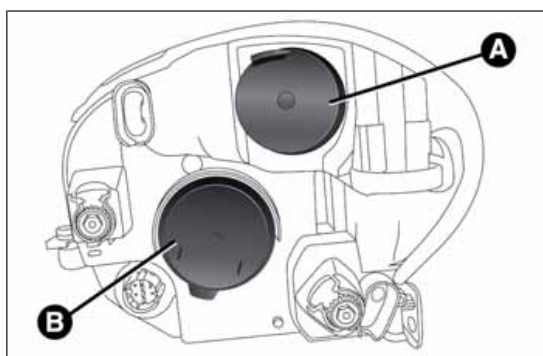

Abb. 171
Die Lampen haben folgende Anordnung Abb. 171:
- Entfernen Sie den Deckel A Abb. 171.
- Zum Schluss den Deckel A Abb. 171 einbauen.
- Entfernen Sie den Deckel B Abb. 171.
- Zum Schluss den Deckel B Abb. 171 einbauen.